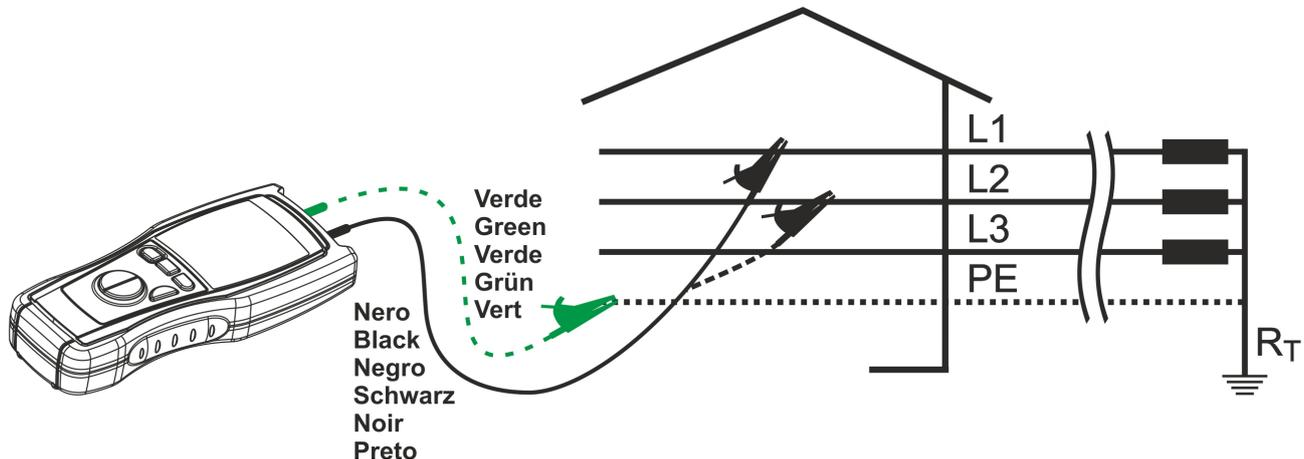

Fig. 7: Conexión de las puntas de prueba del instrumento
5. Cuando se haya seleccionado la medida a dos terminales (modalidad 2W) inserte el cable verde en el correspondiente terminal de entrada del instrumento y conéctelo al cable de neutro o al cable de protección de la instalación en examen (ver Fig. 7). Si lo considera necesario inserte el cocodrilo sobre la punta de prueba
"PH1" sobre el visualizador secundario, invita al operador que puede conectar el cable de medida al cable de la fase L1 (ver Fig. 7)
**"PH2"** sobre el visualizador secundario que invita al operador a conectar el cable de prueba al cable de la fase L2 (ver Fig. 7)